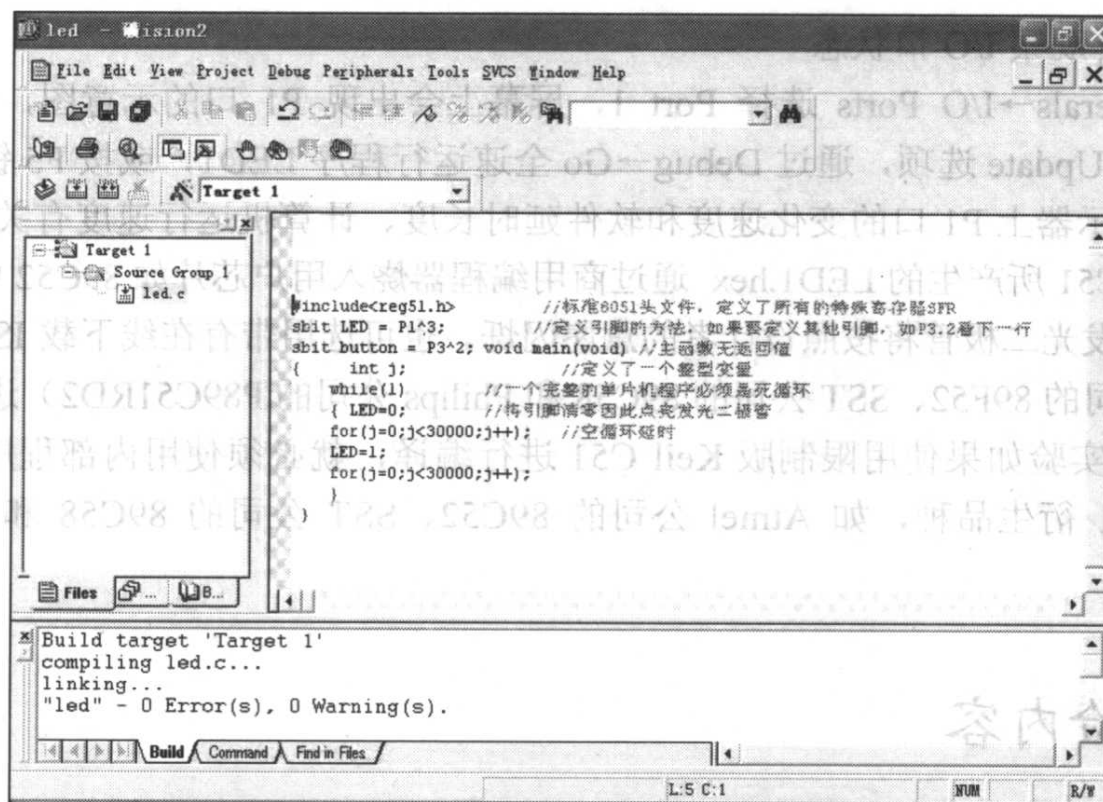

图 1-5 程序修改后编译通过
5. 此时 Project Build 菜单或按钮栏可用了。选择它（或按 F7 键）进行编译。相应的错误和提示信息将在最下方栏框内显示出来，可以根据提示信息修改程序错误。在改正程序中的所有错误并编译通过（如图 1-5 所示）后，选择 Debug→Start/Stop Debug Session，就可以进行软件调试了。